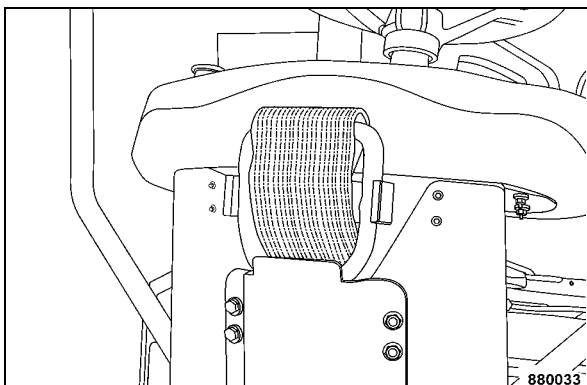

Fig. 114
- Accrocher à nouveau l'anneau de levage dans son support une fois l'opération terminée (Fig. 114).